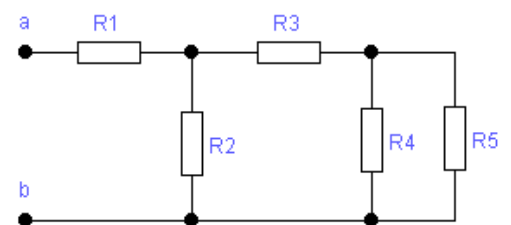

Рис. 2.25.
2.7.43. Визначити еквівалентний опір електричного кола, що на рис.2.25, якщо $R_1=2,5\ \text{Ом}$, $R_2=6\ \text{Ом}$, $R_3=2\ \text{Ом}$, $R_4=1,5\ \text{Ом}$, $R_5=3\ \text{Ом}$.